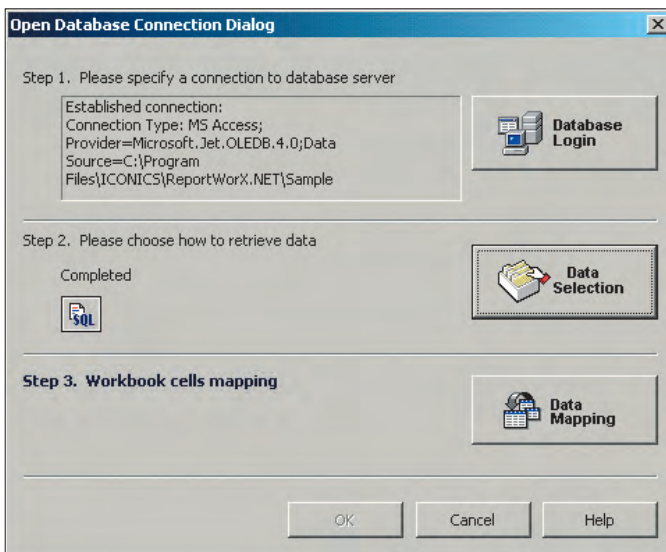

Рис. 18. Размещение данных
9. Диалог соединения с базой данных примет вид, показанный на рис. 18. Нажмите кнопку **Data Mapping** (Размещение данных) для размещения данных в ячейках Excel.
12. Нажмите **OK** в диалоге соединения с базой данных (рис. 18). После этого